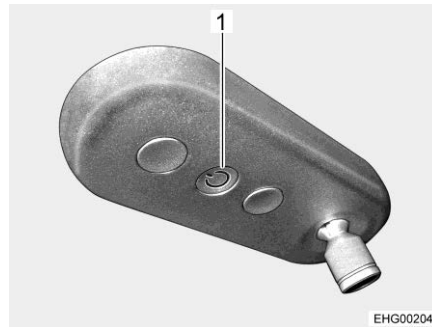

Fig. 95 Luce zona interna
- Premere il tasto di accensione/spegnimento (Fig. 95,1).